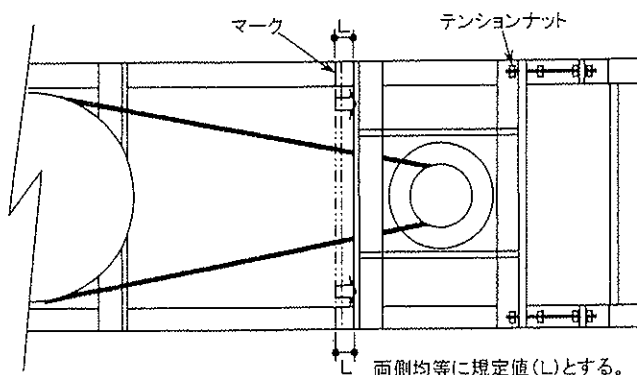

図10-2 ベルトテンション（張り）調整方法
- c. ベルトの張りを図10-2 ベルト調整方法に示すようにして調整してください。ベルトの張りを直接測定するには、専用の工具が必要ですが、簡易的にベルトの伸び率(ベルトを引張る距離)でベルトの張りを調整します。